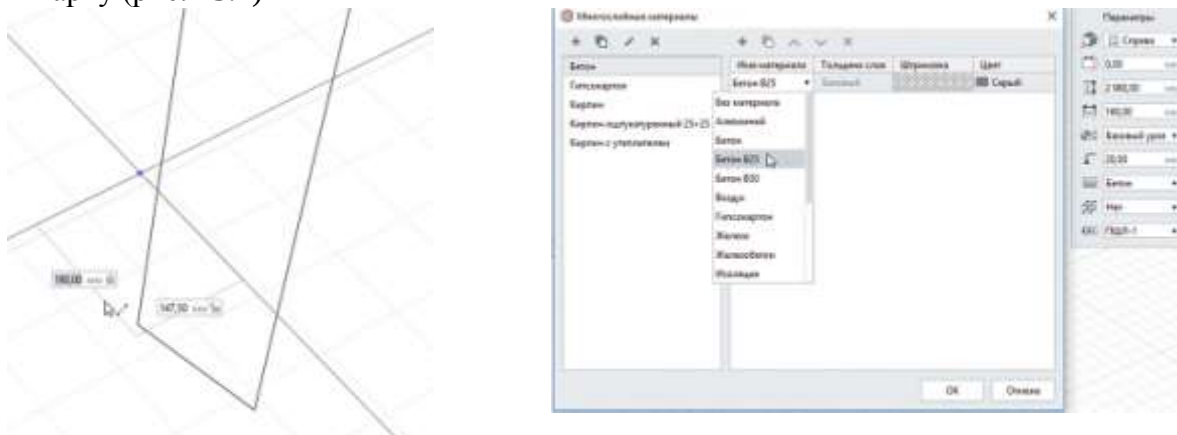

Рисунок 13.2. Привязки при создании стены. Задание материала и марки панели
2. При переходе с 2Dпроектирования на BIM не стоит пугаться того, что все надо делать в 3D. Привычные плоскости никуда не делись. Построим проем под дверь лифта на плоском виде (рис.13.2). Для начала зададим нужные ему габариты и форму на панели параметров. Проектировать лучше на 3D, так как 2D не дает нам визуального представления расположения двери по высоте, где в 2Dпроектировании можно допустить ошибку. Указываем материал панели и марку (рис. 13.2)